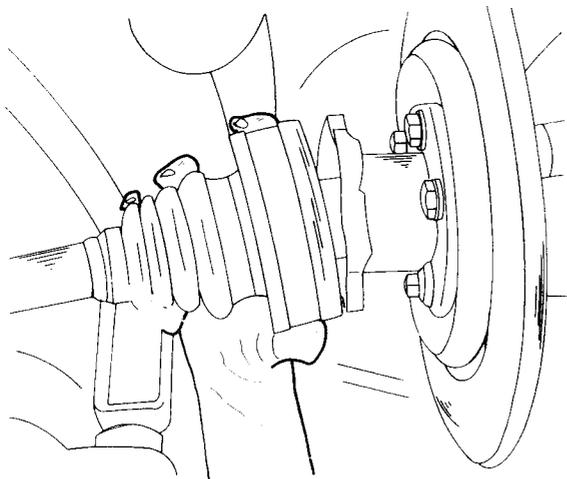

Bild 146
- Gelenk der Achswelle erfassen, wie es in Bild 146 gezeigt ist und die Welle vom Zwischenstück trennen.